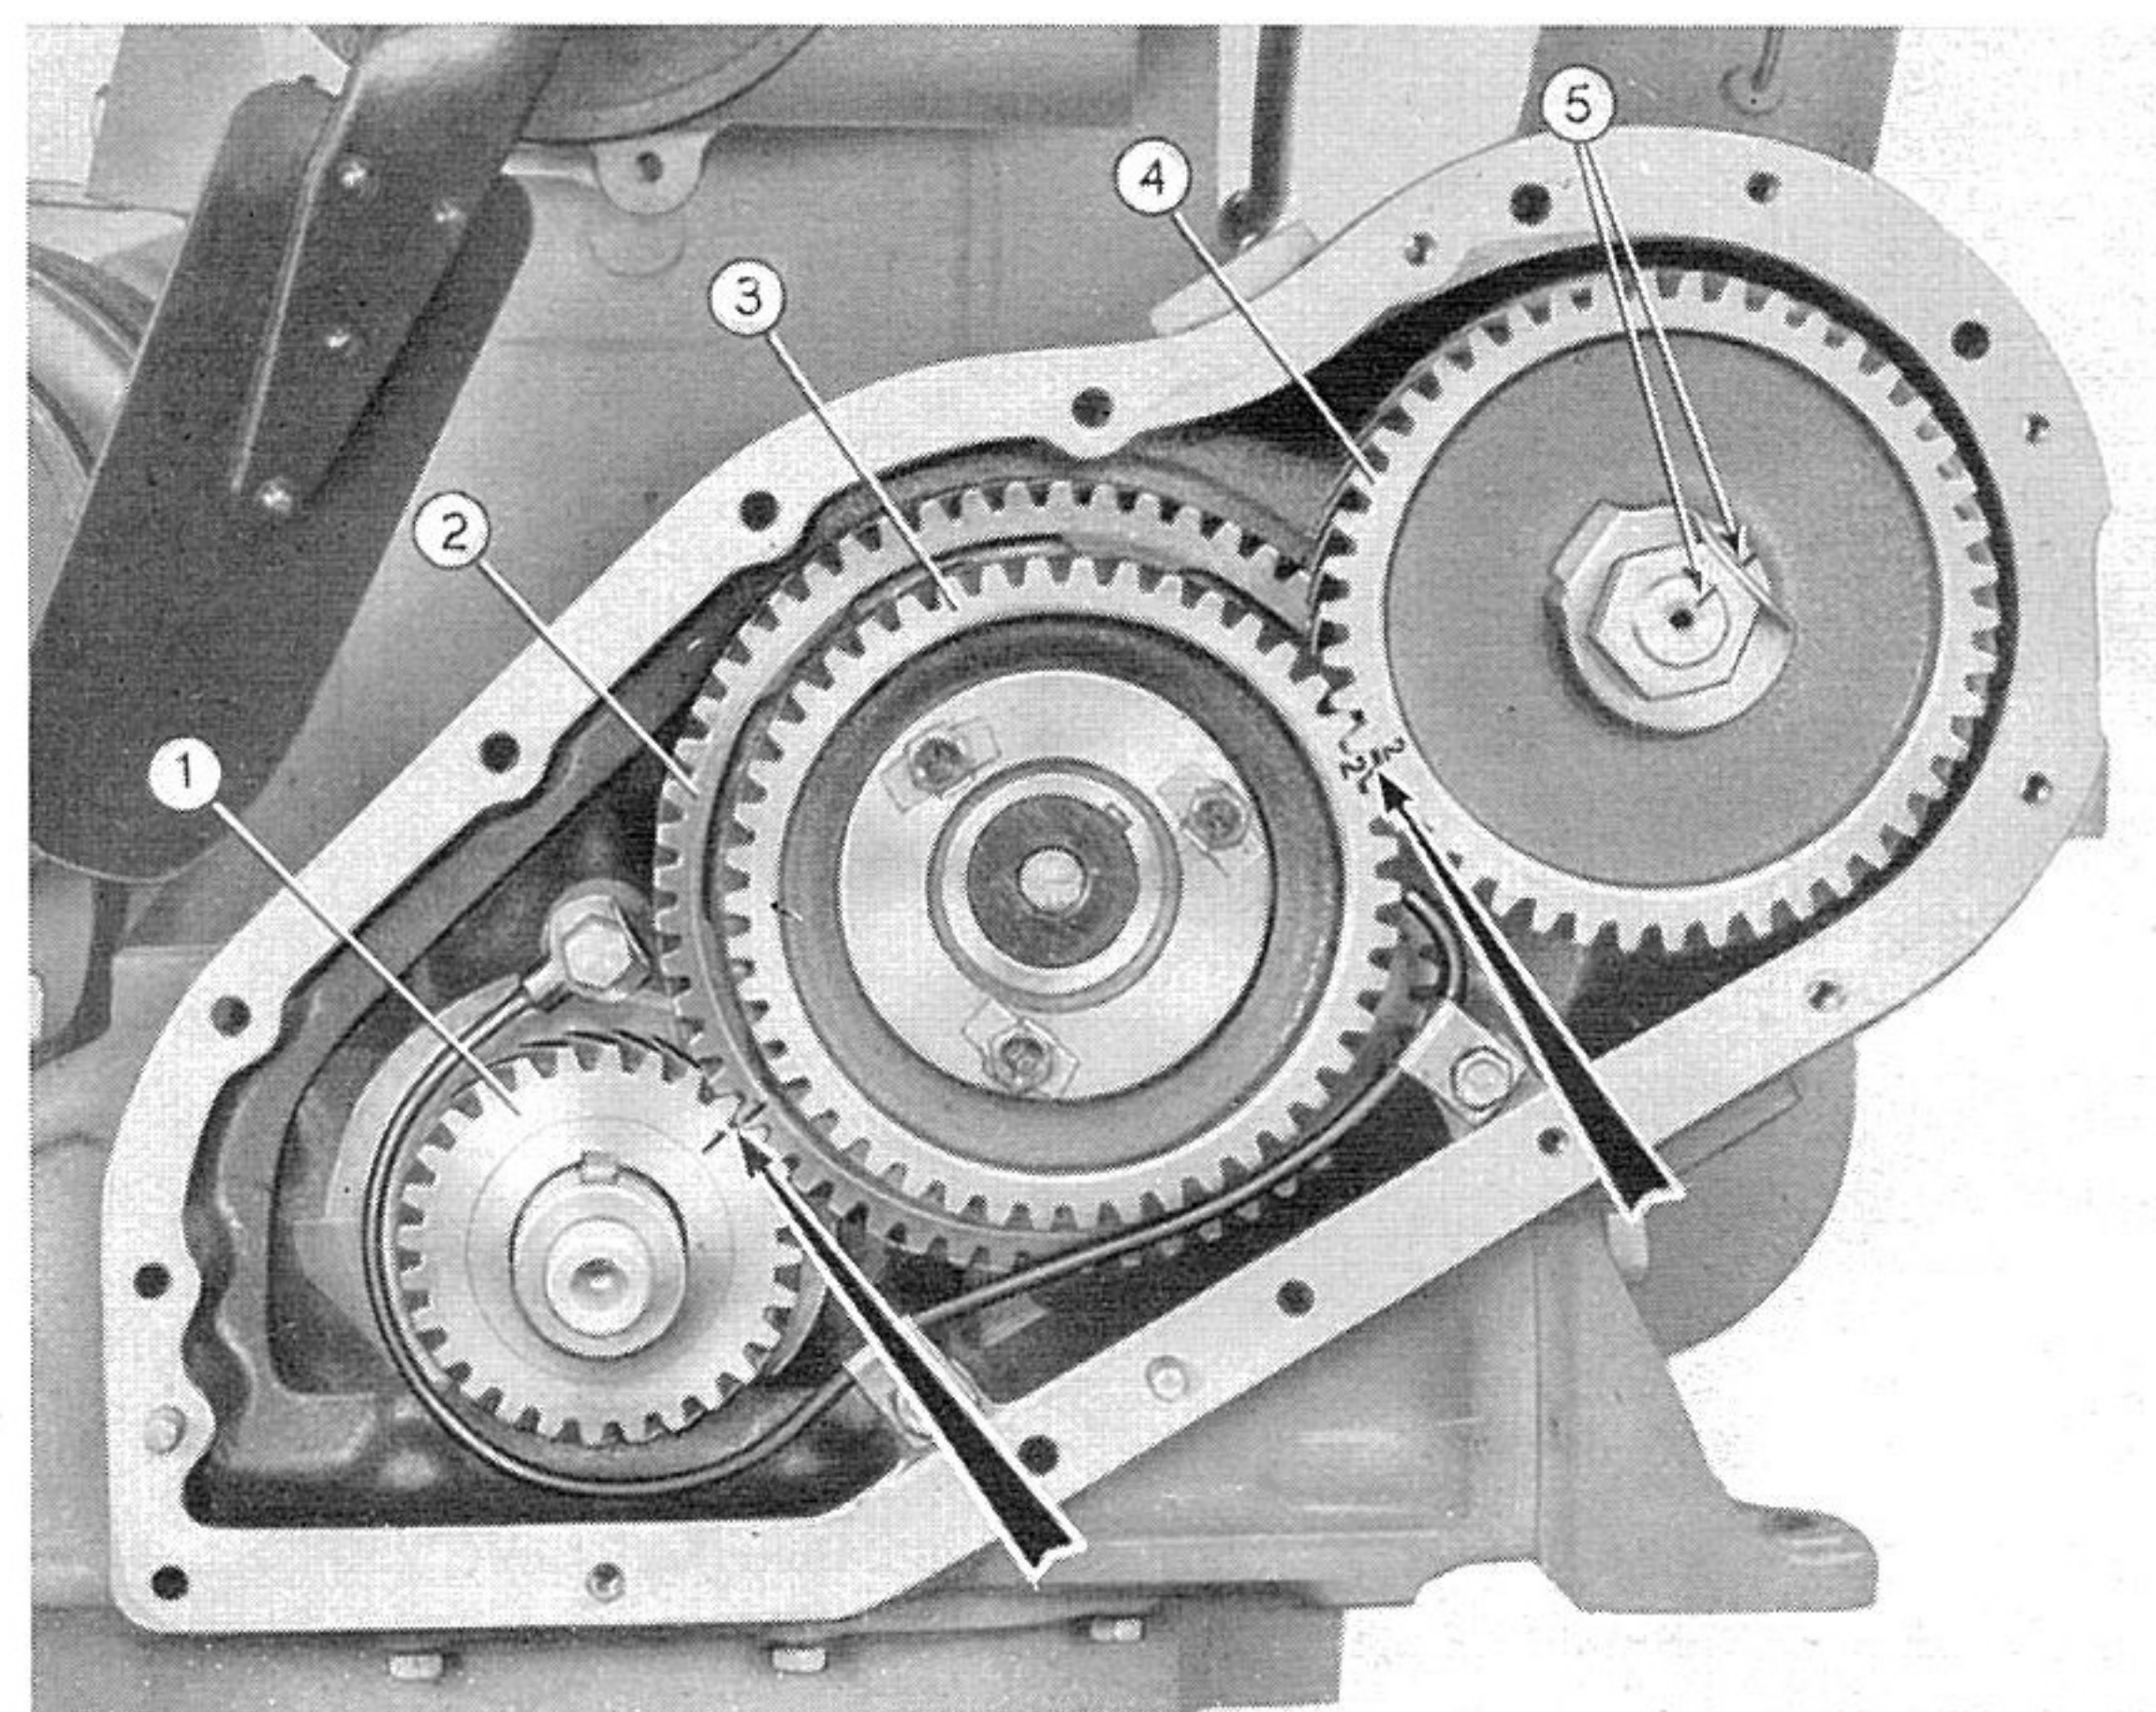

Fig. 38. - Repères de calage de la distribution.
b) **Calage.** - Pour effectuer le calage de la distribution, il suffit de monter les pignons de commande en ayant soin que tous les repères coïncident, comme montré fig. 38. Après le remontage, il sera bon d'effectuer une vérification selon ce qu'on a dit au point a).